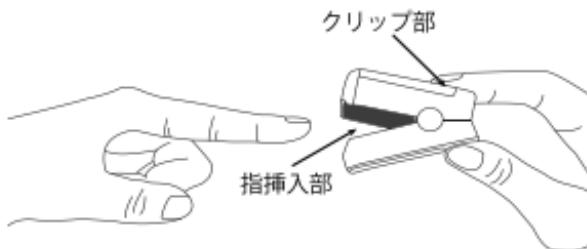

図2
B. クリップ部を押し当て本器を開き奥に触れるまで指を挿入します。(図2)